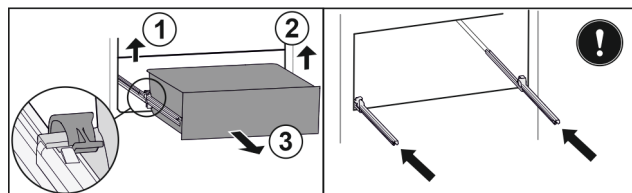

Fig. 152
- Lyft vänster klämma och dra samtidigt utdragslåda till vänster framåt. Fig. 152 (1)
- Lyft höger klämma och dra samtidigt utdragslåda till höger framåt. Fig. 152 (2)
- Ta ut utdragslåda genom att dra den framåt. Fig. 152 (3)